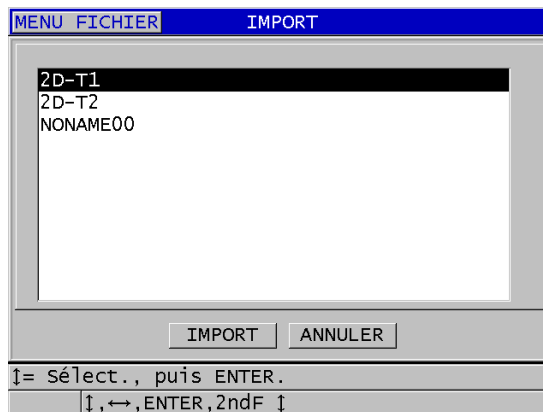

Figure 14-6 Exemple d'écran IMPORT
6. Dans l'écran **IMPORT**, faites ce qui suit (voir la Figure 14-6 à la page 282) :